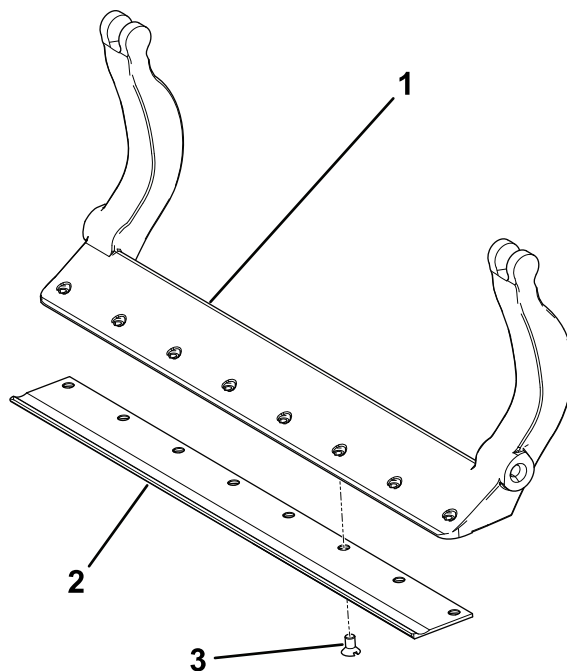

Рисунок 33
- Нанесите противозадирный состав на винты и установите неподвижный нож на планку неподвижного ножа следующим образом (Рисунок 33):
- Затяните 2 наружных винта с моментом 1 Н·м; см. Рисунок 33.
- В. Затяните винты с моментом 23 до 28 Н·м, начиная от середины неподвижного ножа; см. Рисунок 33